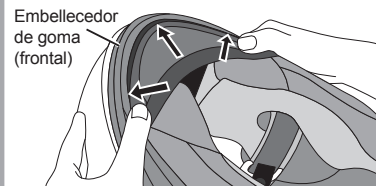

Fig. 3
3.Fíjelo desde ambos lados hacia el centro (Fig. 3).